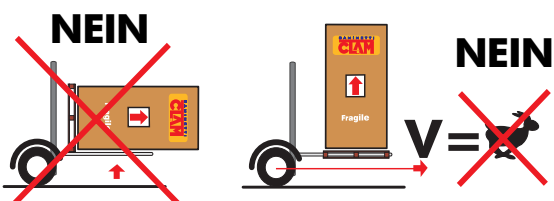

Abb. 4
- Die Bewegungen müssen **langsam** und gleichmäßig ausgeführt werden, um zu verhindern, dass Zurrgurte, Ketten o.ä. reißen. Der Pellet-Kaminofen ist mit entsprechenden Paletten für das Anheben ausgestattet (s. Abb. 4).